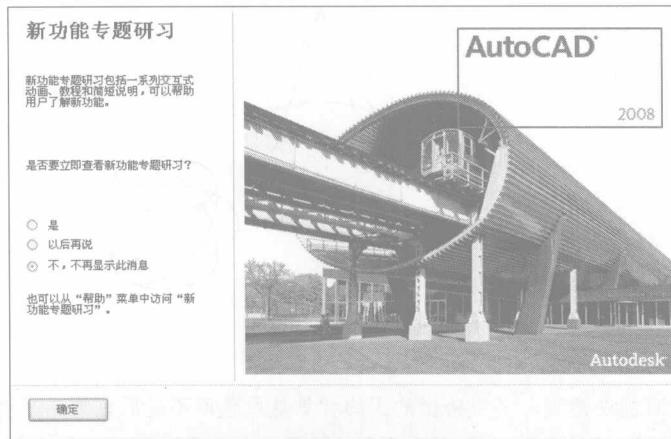

图1-1 【新功能专题研习】对话框
1. 启动 AutoCAD 2008，若用户是安装该软件后第一次使用，可以看到一个【新功能专题研习】对话框，如图 1-1 所示。用户可以选择其中的相应选项来了解 AutoCAD 2008 的新特点。这里选取【不，不再显示此消息】单选项，单击 **确定** 按钮。如果以后想查看【新功能专题研习】，选取菜单命令【帮助】/【新功能专题研习】即可。